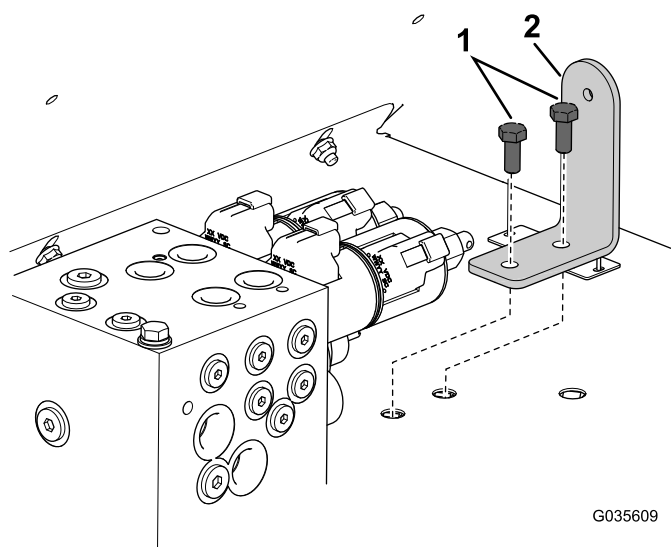

Figura 12
12. Monte o suporte do manípulo na proteção da lavagem com 2 parafusos (5/16 pol. x 3/4 pol.); consulte Figura 12.